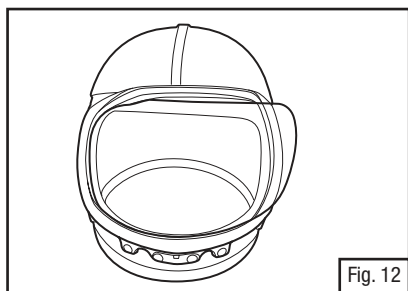

Fig. 12
1. Coloque la parte superior (orilla recta) o inferior (orilla redondeada) del protector facial interior en el empaque del protector facial interior anexo al armazón de la careta (Fig. 12).